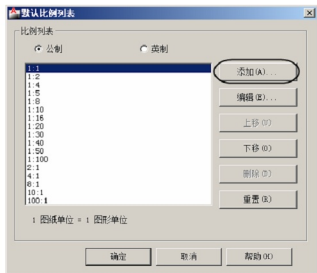

图 8-23 【默认比例列表】对话框
② 单击【默认比例列表】按钮, 弹出【编辑比例列表】对话框, 如图 8-23 所示, 显示了当前已定义的比例。